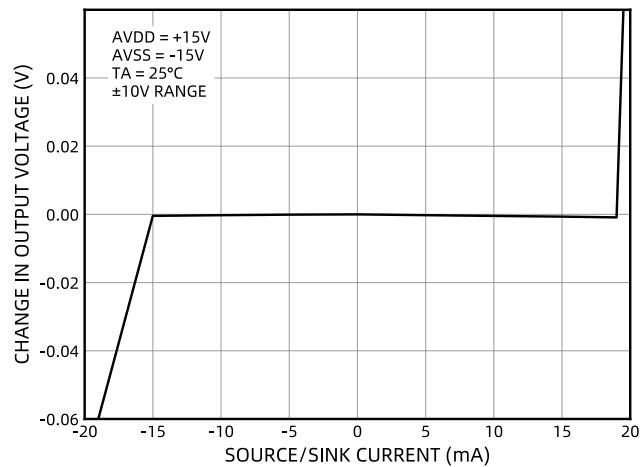
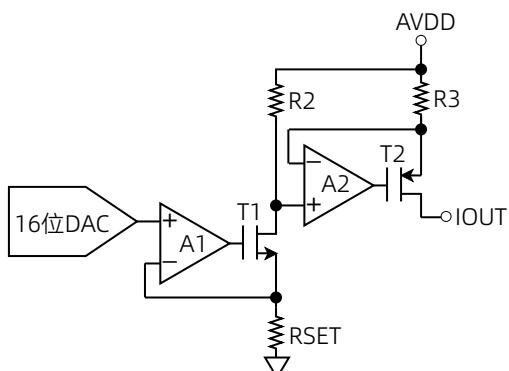
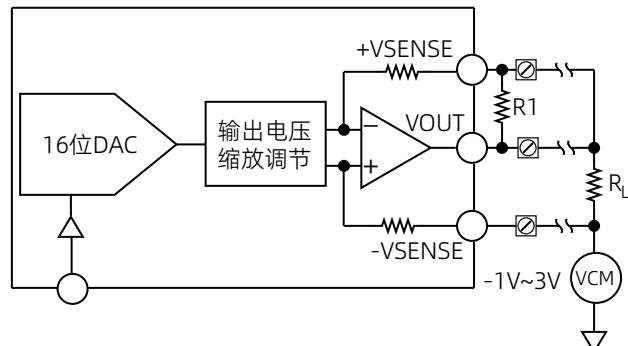

图 31 负满量程下输出放大器的灌电流和拉电流能力
图 60 电压电流转换电路
图 61 电压输出
来自 DAC 的电压输出被转换为电流（参见图 60），然后镜像到电源轨，以便实现相对于地的电流源输出，或者 DAC 电压经过缓冲、缩放且被编程控制后输出单极性或者双极性电压（参见图 61）。电流和电压分别从不同的管脚输出，且不可同时输出。
输出放大器的拉电流驱动能力和灌电流驱动能力参见图 31。其压摆率为 $1\text{V}/\mu\text{s}$ ，满量程建立时间最大为 $25\mu\text{s}$ （ 10V 阶跃）。图 61 显示了电压输出在 $-1\text{V} \sim 3\text{V}$ 的共模电压（VCM）上驱动负载 R_L 。在输出模块应用中，如果线缆从 $+VSENSE$ 断开，会导致放大器回路断开，从而可能在 $VOUT$ 管脚上产生破坏性的大电压，因此应在图 61 所示的 $+VSENSE$ 和 $VOUT$ 之间放置一个 $2\text{k}\Omega \sim 5\text{k}\Omega$ 的可选电阻 $R1$ ，以确保放大器回路保持闭合。如果不需远距离检测负载，可将 $+VSENSE$ 直连至 $VOUT$ ，并将 $-VSENSE$ 接地。更改电压输出范围时，可能会产生毛刺。因此，建议在更改电压输出范围之前，通过将控制寄存器的 OUTEN 位设置为逻辑低电平来禁用输出，以防止产生毛刺。
- 由于负载开路或电源电压不足导致 IOUT 端口电压上升超过合规电压时，FAULT 管脚将被激活。IOUT 电流由一个 PMOS 晶体管和内部放大器控制（参见图 60）。PMOS 管栅端电压与内部放大器的地电位压差接近 1V 时触发报警。由于比较是在输出放大器的反馈回路中进行的，输出精度由其开环增益保证，并且在 FAULT 输出激活之前不会发生输出误差。
RSET 作为内部检测电阻，是电压到电流转换电路的一部分（参见图 60）。输出电流的温漂特性取决于 RSET 的温漂结果。为了提高输出电流温漂性能，可以在 CM7551 的 RSET 管脚上连接一个 $15\text{k}\Omega$ 的精密低温漂外部电阻，以代替内部电阻 (RSET)。可通过控制寄存器选择外部电阻（参见表 12）。